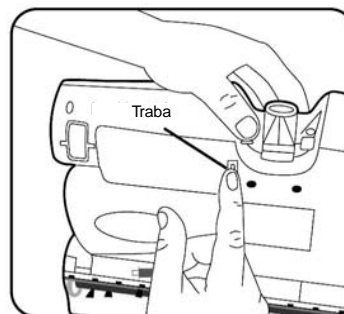

Fig. 16
2. De vuelta la unidad de modo que la base quede mirando hacia arriba. Tenga cuidado de no encender la unidad. (Fig. 16)